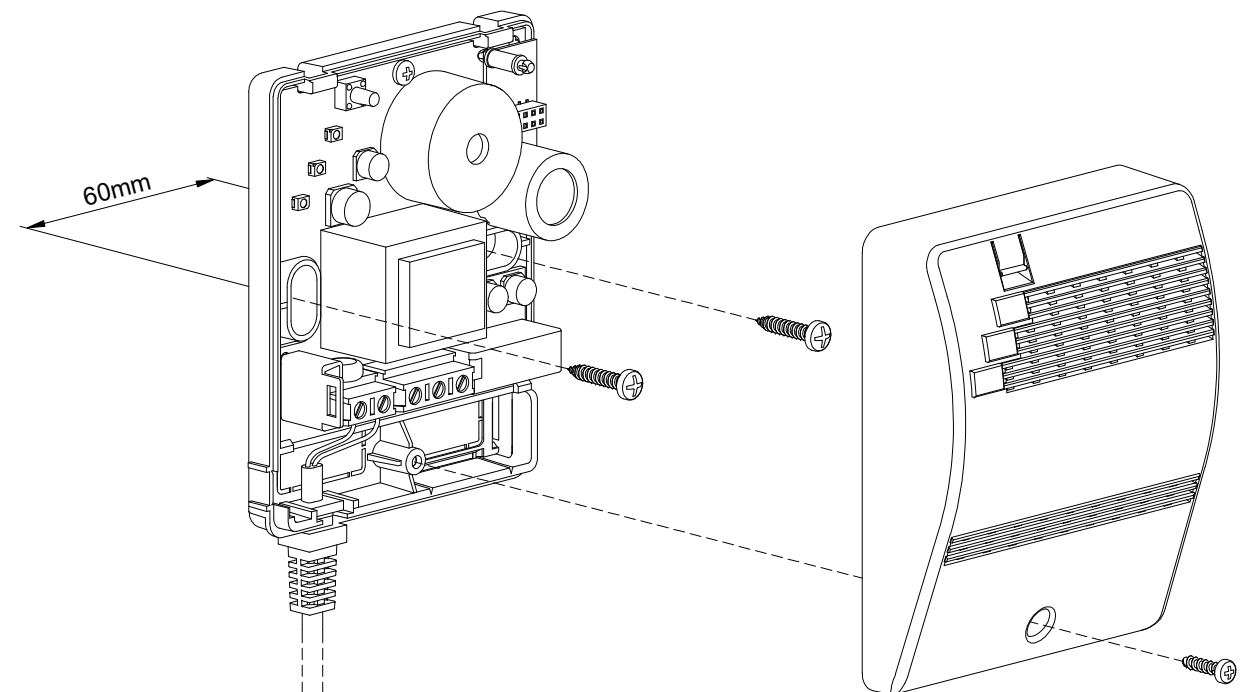
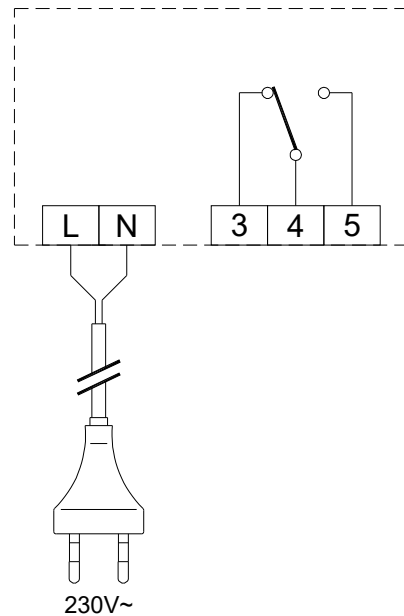

Abb. 2: Installation.
Abb. 4: Verdrahtungsschema ohne Magnetventil.
3. Entfernen Sie den Gehäusedeckel, siehe Abb. 2.
Das Gaswarngerät ist für die Montage auf einer Wand geeignet. Die Betriebsspannung wird über eine geeignete Zuleitung fest mit der Hausinstallation verbunden. Die Gerätesicherheit ist nur dann hergestellt, wenn durch die Öffnungen an der Rückseite der elektrische Anschluss durchgeführt wurde. Zur Montage und zum Herstellen der elektrischen Verbindung öffnen sie den Gehäusedeckel (siehe Abb. 2). Stellen Sie die elektrische Verbindung analog den Verdrahtungsschemata her siehe Abb. 4, 5 oder 6.